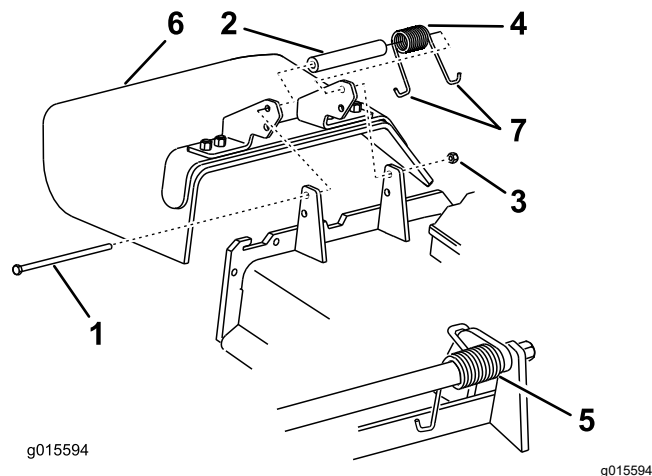

Рисунок 91
1. Снимите контргайку, болт, пружину и проставку, удерживающие отражатель на кронштейнах оси поворота (Рисунок 91).
2. Снимите поврежденный или изношенный отражатель травы (Рисунок 91).
Примечание: Убедитесь, что один J-образный конец пружины зацеплен за край деки, прежде чем устанавливать болт, как показано на Рисунок 91.
6. Зацепите один J-образный конец пружины за отражатель травы (Рисунок 91).